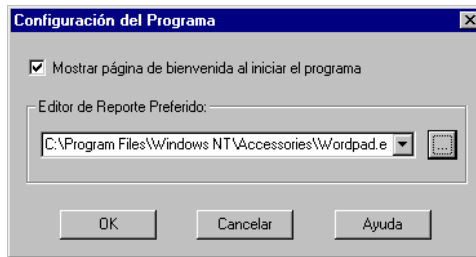

Figura 7.1. Cuadro de Diálogo Configuración del Programa
1. Seleccione **Configuración del Programa** desde el menú **Herramientas** para abrir el cuadro de diálogo Configuración del Programa. (Figura 7.1).